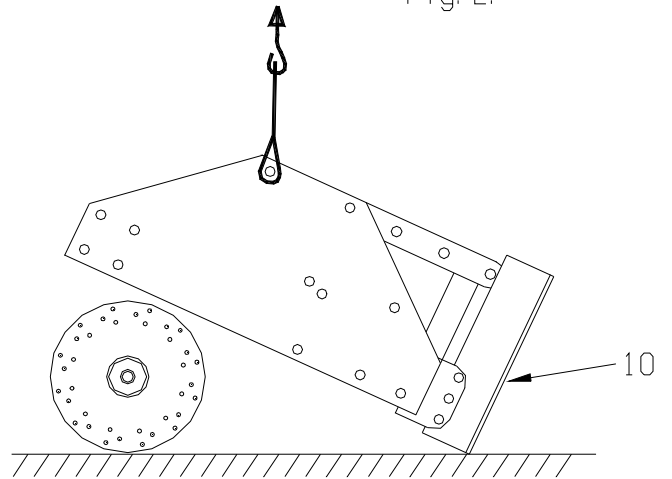

Fig. 3.
6. Heben Sie die Maschine erneut langsam an, siehe Abb. 3, bis der Rotor vollständig weggerollt werden kann.